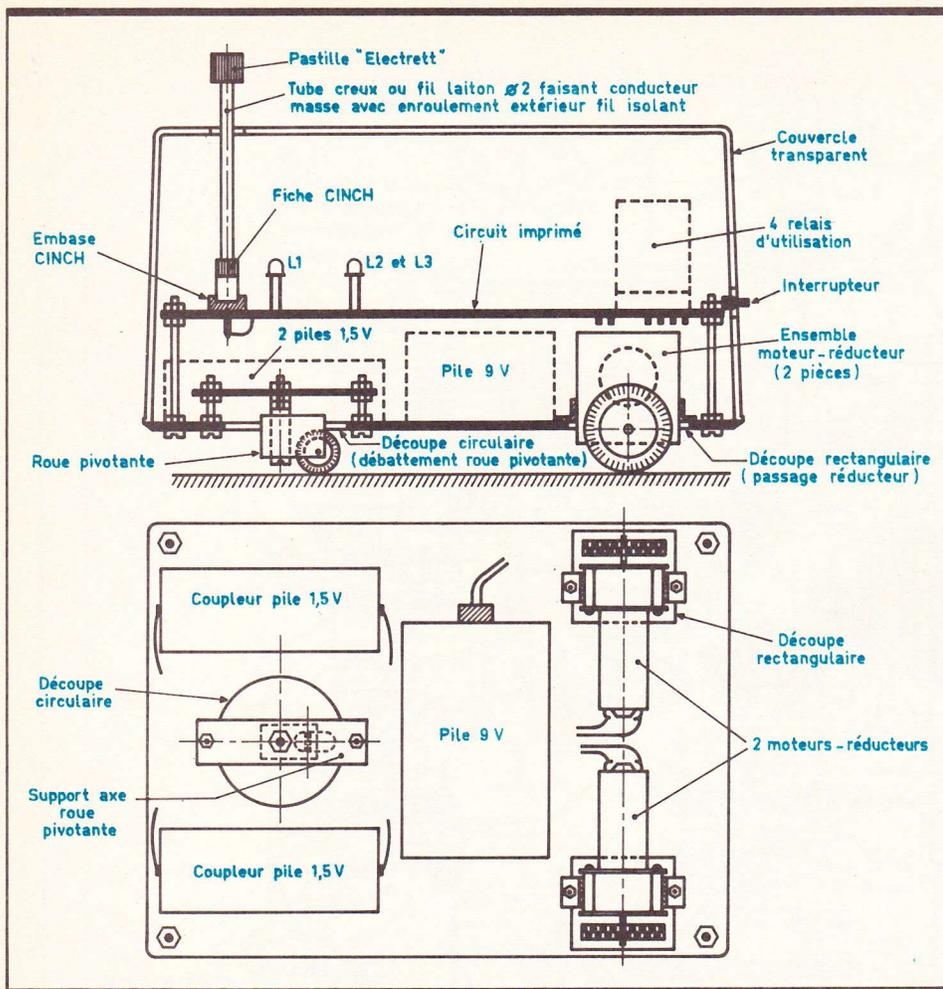

Fig. 10 Aspect possible du mobile. Emplacement des piles d'alimentation.
c) Montage de l'ensemble (fig. 10)
La figure 10 indique un exemple de réalisation possible. Les piles ont pu être montées sous le circuit imprimé, si bien que les diverses liaisons électriques sont entièrement cachées. Si un problème d'encombrement se produisait, songez qu'il est toujours possible de remplacer la pile de 9 V de 67 x 56 x 36 soit par deux piles plates de 4,5 V montées en série, ou encore par une pile de 9 V plus faible en dimensions (50 x 25 x 15) mais malheureusement également plus faible en capacité. Le fait de faire nettement émerger la pastille Electret de la surface du capot a deux avantages : le premier réside dans une meilleure réception du son émis par les claquements de main ; le second avantage est de l'éloigner des bruits parasites et indésirables émis par les moteurs. A ce sujet, il est bon de lubrifier les diverses roues dentées que comporte le réducteur à l'aide de graisse ou de vaseline ; il en résulte une diminution importante du volume du bruit généré.